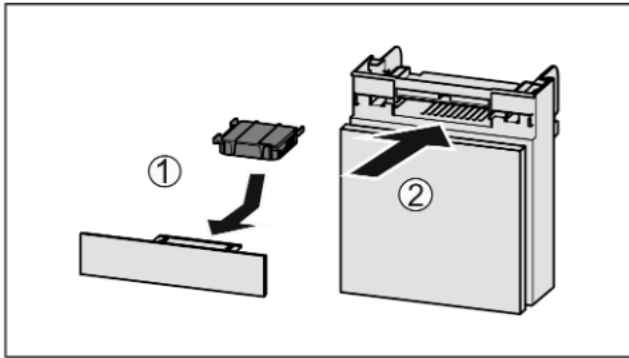

Fig. 68
- ▶ Inserire il vano Fig. 68 (2).